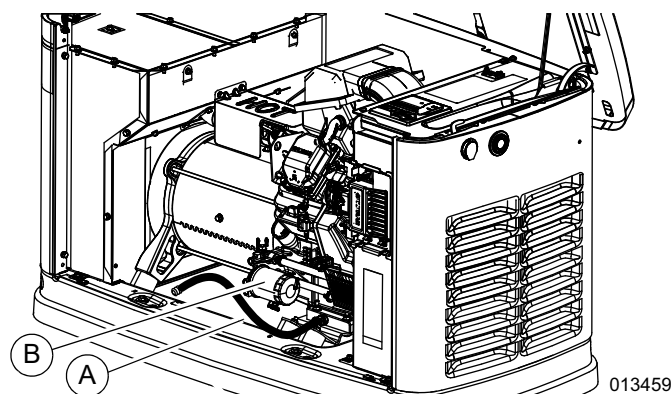

Figura 4-1. Ubicación del filtro de aceite y del drenaje
2. Consulte la Figura 4-1. Quite el panel frontal cuando la unidad haya enfriado. Tire de la manguera de drenaje de aceite (A) para liberarla del clip de sujeción. Retire el tapón de la manguera de drenaje de aceite y drene completamente el aceite en un recipiente adecuado.